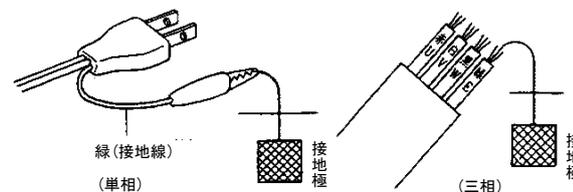

図 7
- a) 単相の場合は図7のワグクリップを利用して接地してください。
- b) 三相の場合は図7に示すように四芯のうち緑色の線(ラベル E)を接地してください。また緑色を絶対に電源につながらないでください。接地は電気設備技術基準に従って、確実に行ってください。